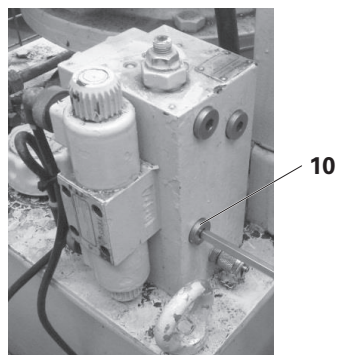

Fig. 22
1. Sul gruppo di comando (**2.1**) svitare i tappi filettati (**10**) degli attacchi A1, A2 e B usando la chiave esagonale SW 8. (Fig. 22)